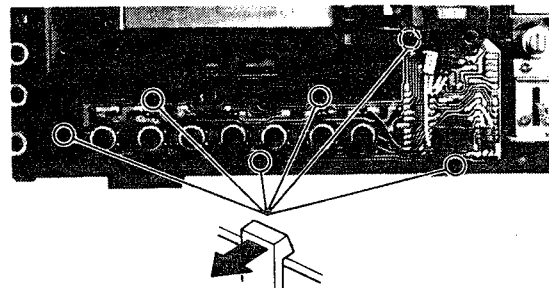

Fig. 6 Abb. 6
6. **Control PC Board (Fig. 6)**
6. **Regler-Platine (Abb. 6)**
6. **Plaquette à circuits imprimés de commande (Fig. 6)**